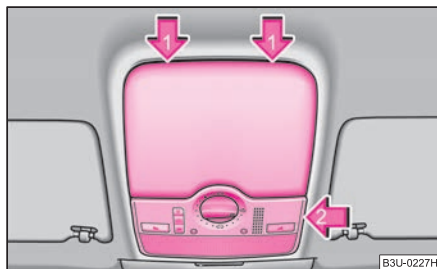

**Fig. 207** Luca abitacolo anteriore sui veicoli con tetto apribile-sollevabile elettrico
- Puntare con cautela un cacciavite piccolo sul lato posteriore del coperchio del motorino del tetto -frecce 1- ⇒ fig. 207.